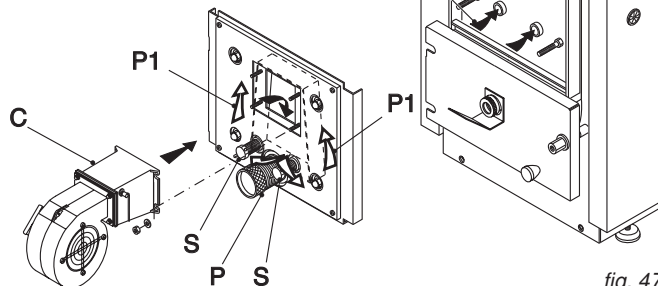

fig. 47
La caldaia GASOGEN G3 2S è dotata di una centralina di spinta dell'aria di combustione (ventilatore pos. 7 fig. 2) e da regolatori di aria primaria (pos. P fig. 47) e secondaria (pos. S fig. 47).